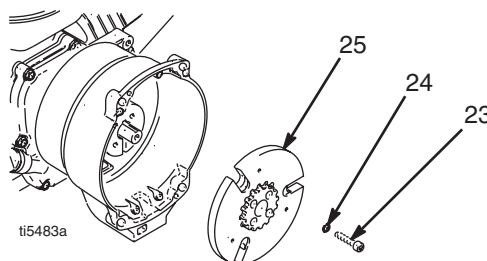

Рис. 7
8. Рис. 7. Используйте ударный гайковёрт либо вклиньте что-нибудь между каркасом сцепления (25) и картером сцепления, чтобы удерживать вал мотора в процессе демонтажа.
9. Отверните четыре винта (23) и шайбу Гровера (24).